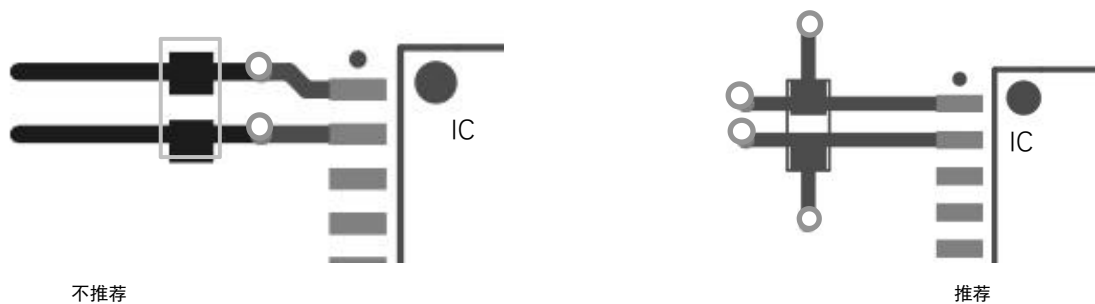

图 8-2
3、当需要在供电电源线和地线中放置过孔时，过孔的位置应在电容相对芯片引脚的外侧，而非放置在电容与芯片之间，如下图 8-2 所示，以减少过孔寄生电感的影响。